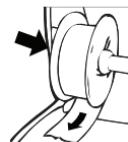

Figure 9
- 6 Inserta la bobina de etiquetas en la ranura en la tapa de la impresora con las etiquetas saliendo por debajo del rollo. Véase la Figure 9.